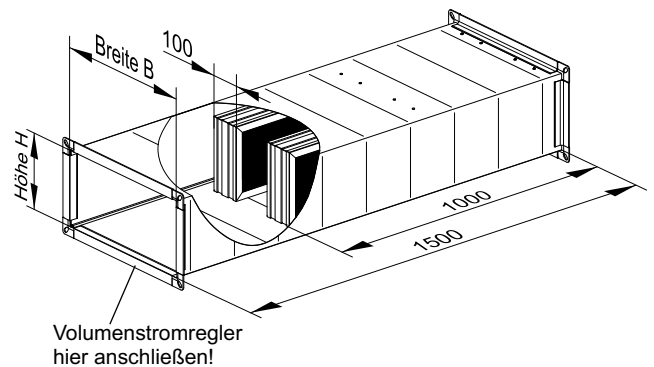

Abb. 6: Darstellung zur Montage des Schalldämpfers SKB-V
3. Schalldämpfer mit der Anschlussseite ohne Kulissen mittels Schraubverbindung an den Volumenstromregler montieren. Siehe Abb. 6.